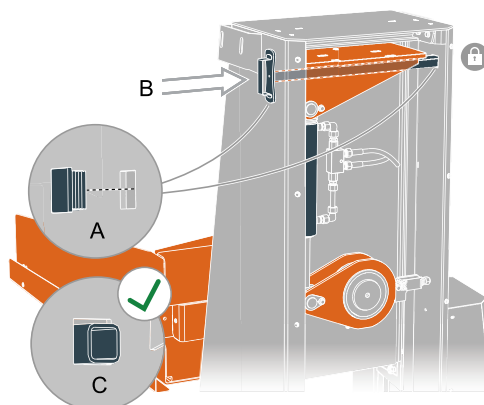

Imagen 13 Bloqueo del portador de carga en la posición de servicio
2. Retire los tapones de plástico que cubren el orificio en los lados del mástil; véase la imagen 13.
4. Instale los tapones de plástico que cubren el orificio en los lados del mástil; véase la imagen 13.